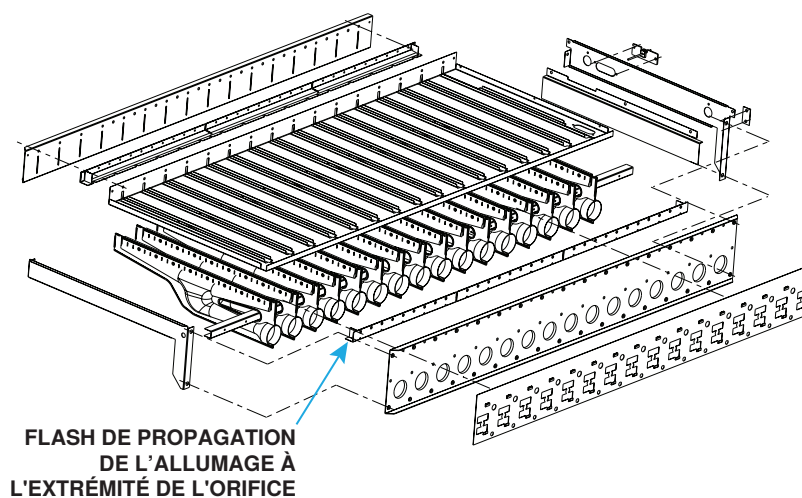

Figure 3. Enlevez le flash de propagation de l'allumage
- b. Pour les unités en cours de conversion au propane, installez un ensemble de propagation de l'allumage réglé (PN 100712) en utilisant l'orifice de propagation de l'allumage de gaz naturel d'origine. Retirez le report de flash (voir Figure 3) de l'extrémité de l'orifice du support du brûleur—ne retirez pas le flash de propagation de l'allumage de l'autre extrémité du support du brûleur—et installez le bouclier gouttes et le tube de propagation de l'allumage.